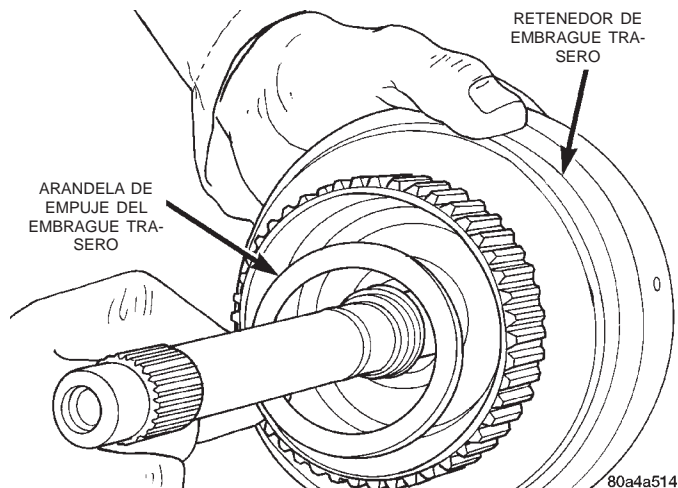

Fig. 147 Instalación de la arandela de empuje del embrague trasero
(16) Recubra la arandela de empuje del embrague trasero con vaselina e instale la arandela sobre el eje impulsor y dentro del retenedor de embrague (Fig. 147). Utilice suficiente vaselina como para mantener la arandela en su lugar.